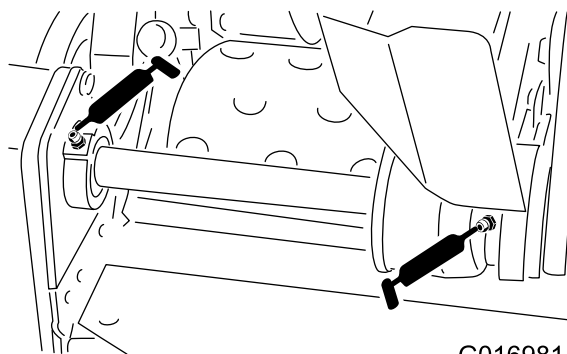

図 19
- ・ リールのカウンタシャフトのベアリング (2ヶ所) (図 19)